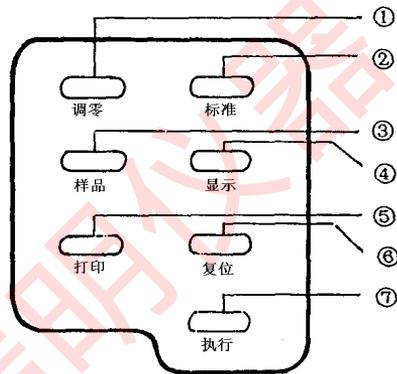

图 5
2.操作键部分：由七个按钮组成，其作用是操作仪器进行调零、调白、测量、显示、打印输出测量结果。见图 5。